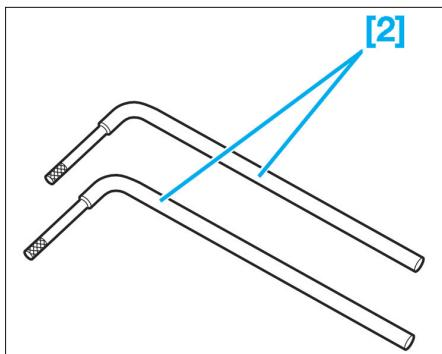

Fig. 80
- [1]. Levier de décollement pour culasse (réf : 149-T) (Fig.80).